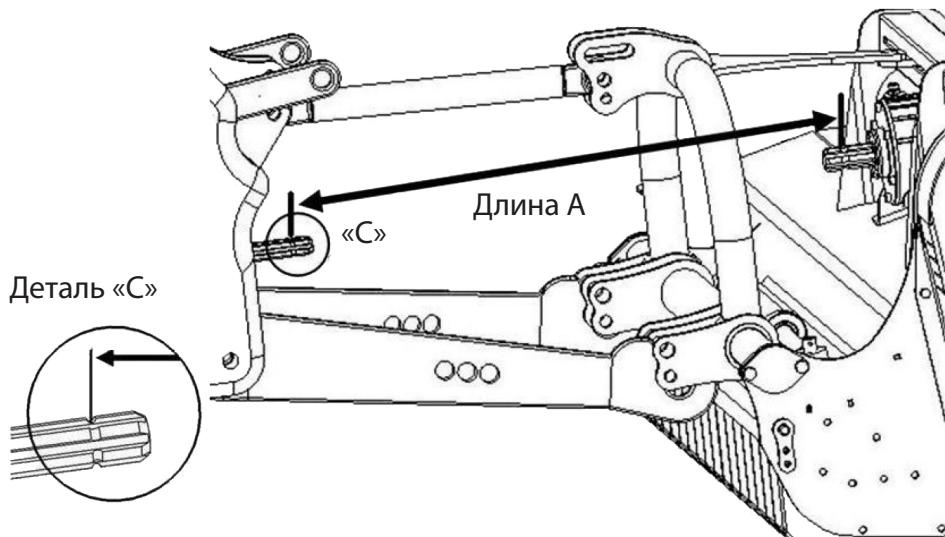

Рис. 6
- После установки трех крепежных болтов (пальцев) мы продолжаем регулировать третью (верхнюю) точку, чтобы получить самую короткую длину трансмиссии. Метрической лентой измерьте расстояние от крепежного зазора шлицевого вала ВОМ до фиксирующего зазора вала редуктора мульчера. (рис. 6, мера длины A). Это будет минимальная длина трансмиссии.
- Измерение длины А между трактором и мульчером (рис. 6): 800 мм - 80 мм = 720 мм.